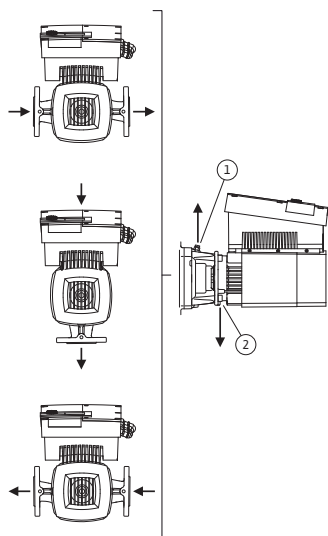

Fig. 23: Positions de montage autorisées avec arbre moteur horizontal
Les positions de montage autorisées avec arbre moteur horizontal et module électronique vers le haut (0°) sont représentées sur la fig. 23. Les positions de montage autorisées avec module électronique monté latéralement (+/- 90°) ne sont pas représentées. Toute position de montage sauf « Module électronique vers le bas » (- 180°) est autorisée. Le dégazage de la pompe n'est assuré que si la soupape d'échappement pointe vers le haut (fig. 23, pos. 1). Seule cette position (0°) permet d'éliminer de façon ciblée le condensat présent via un perçage présent, lanterne de pompe et moteur (fig. 23, pos. 2).
- En cas d'arbre moteur à l'horizontale, la position vers le bas de l'orifice de condensation est obligatoire (Fig. 23, Pos.2). Le cas échéant, il faut tourner le moteur en conséquence.